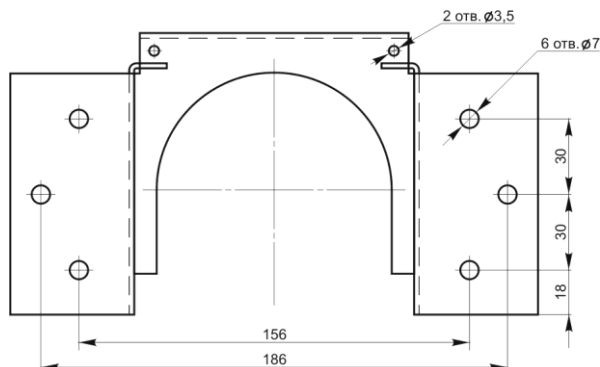

Рис. 4 – Крепёжная площадка МПП «Гарант-12КД-ВЗ».
6.3. Закрепить крепёжную площадку модуля в соответствии с определенными местами (по п. 6.2) и разметкой отверстий (рисунок 4).